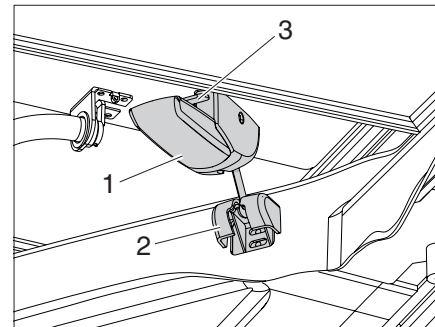

Fig. 34 Soltar los bloqueos de la izquierda y la derecha
- ▶ Pulsar la palanca de seguridad (Fig. 34,3) hacia arriba y simultáneamente tirar del dispositivo de bloqueo (Fig. 34,1) a la izquierda y a la derecha hacia abajo.
- ▶ Retirar el perno (Fig. 34,2) del soporte.